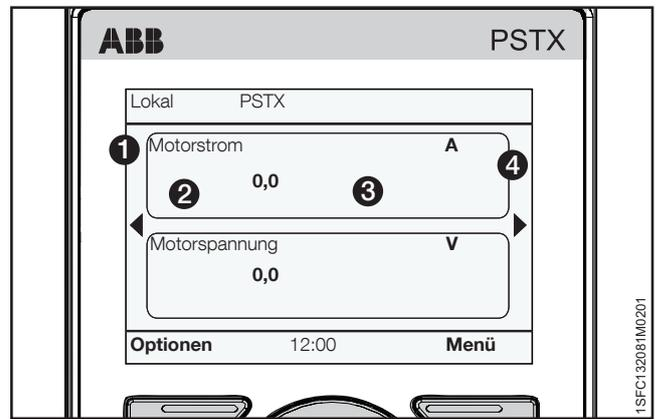

Abbildung 6.14
Wählen Sie den Anzeigestil für die Startansicht aus. Der ausgewählte Anzeigestil wird gezeigt durch ② in **Abbildung 6.14**. Wählen Sie numerische, Mess- oder Kurvendaten:
Wählen Sie die Anzahl der Dezimalstellen in der Startansicht. Ändern Sie die Anzahl mithilfe der Navigationstasten. Drücken Sie auf „Speichern“, um den Wert zu speichern. Dezimalstellen sehen Sie in ③ in **Abbildung 6.14**.
Drücken Sie auf „Speichern“, um den Anzeigenamen zu speichern. Der Anzeigenamen wird durch ① in **Abbildung 6.14** angezeigt.
Wählen Sie den Mindestwert für die Startansicht. Ändern Sie den Wert mithilfe der Navigationstasten. Drücken Sie auf „Speichern“, um den Wert zu speichern. Der Wert wird durch ③ in **Abbildung 6.14** angezeigt.
Wählen Sie den Höchstwert für die Startansicht aus. Ändern Sie den Wert mithilfe der Navigationstasten. Drücken Sie auf „Speichern“, um den Wert zu speichern. Der Wert wird durch ③ in **Abbildung 6.14** angezeigt.